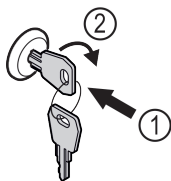

Fig. 138
- ▶ Klíč zasuněte dovnitř. Fig. 138 (1)
- ▶ Otáčejte klíčem o 90° ve směru hodinových ručiček. Fig. 138 (2)